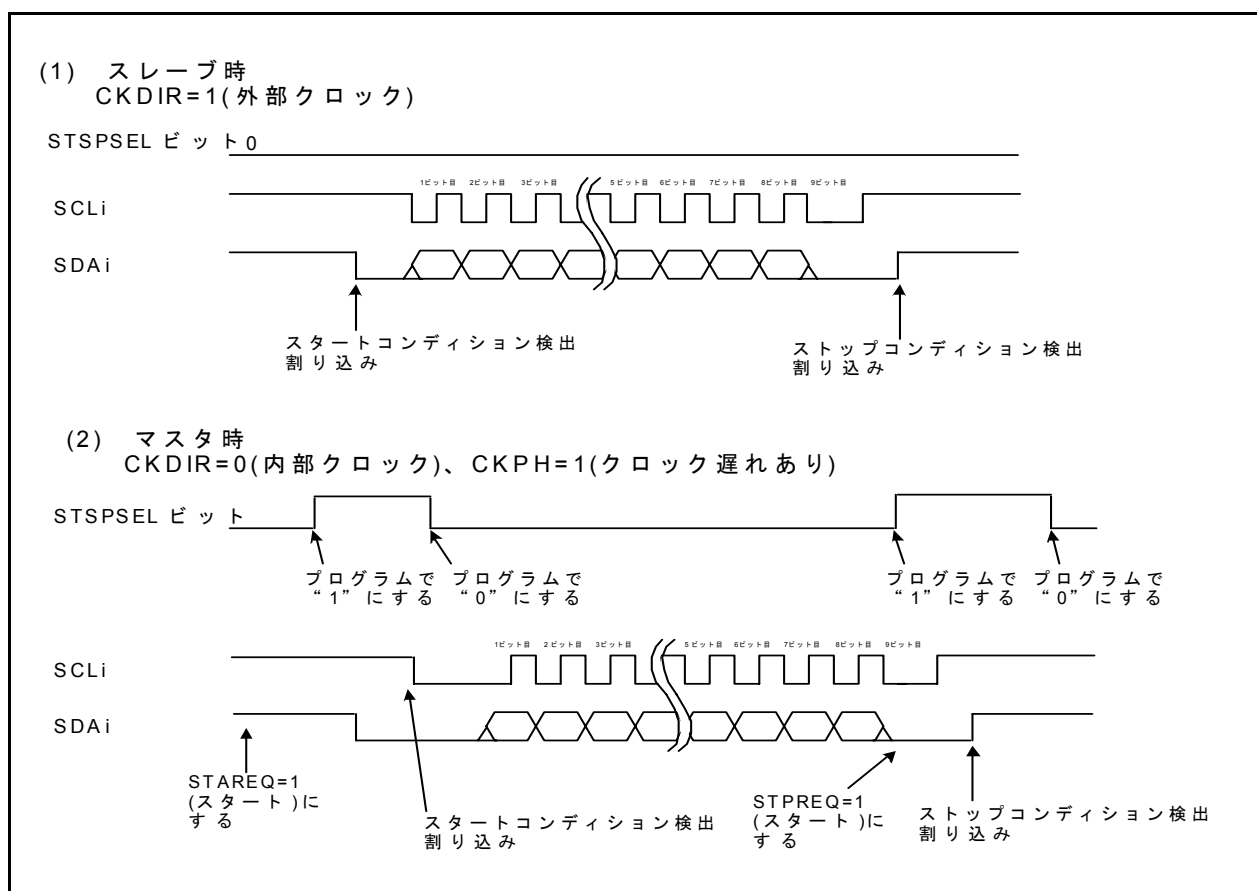

図 13.26 STSPSELビットの機能
- 注2. 「図 13.26 STSPSEL ビットの機能」参照。
- (1) STAREQ ビット、RSTAREQ ビット、または STPREQ ビットを “1” (スタート) にする
- (2) UiSMR4 レジスタの STSPSEL ビット “1” (出力) にする
- 表 13.14 と図 13.26 に STSPSEL ビットの機能を示します。